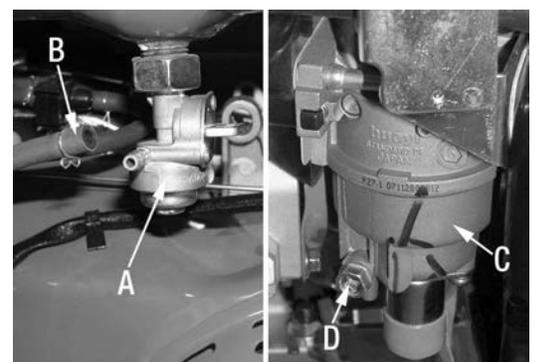

Figure 19
- 3) Tournez la soupape à essence (A) Fig.19 en position "OFF".
- 4) Débranchez le boyau à essence (B) de la soupape à essence.
- 5) Tournez la soupape à essence en position "ON" et écoutez l'essence du réservoir. Pivotez la soupape à essence vers l'extérieur pour rendre la tâche plus simple tel qu'illustré à la Fig.19.
- 6) Dévissez le boulon hexagonal d'écoulement (D) du carburateur (C) et écoutez le restant de l'essence à l'intérieur du carburateur et du boyau.